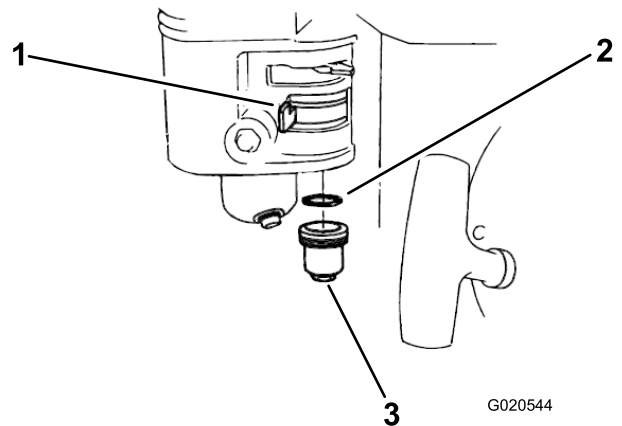

Figura 22
1. Mueva la válvula de combustible a la posición de CERRADO, luego retire la taza de sedimentos y la junta tórica (Figura 22).
3. Coloque la junta tórica en la válvula de combustible e instale la taza de sedimentos (Figura 22).
3. Retire la taza de sedimentos (Figura 22) y vacíe el combustible.
4. Mueva la válvula de combustible (Figura 22) a la posición de ABIERTO y drene el combustible del depósito en un recipiente apropiado.
5. Vuelva a colocar la taza de sedimentos, apretando firmemente (Figura 22).